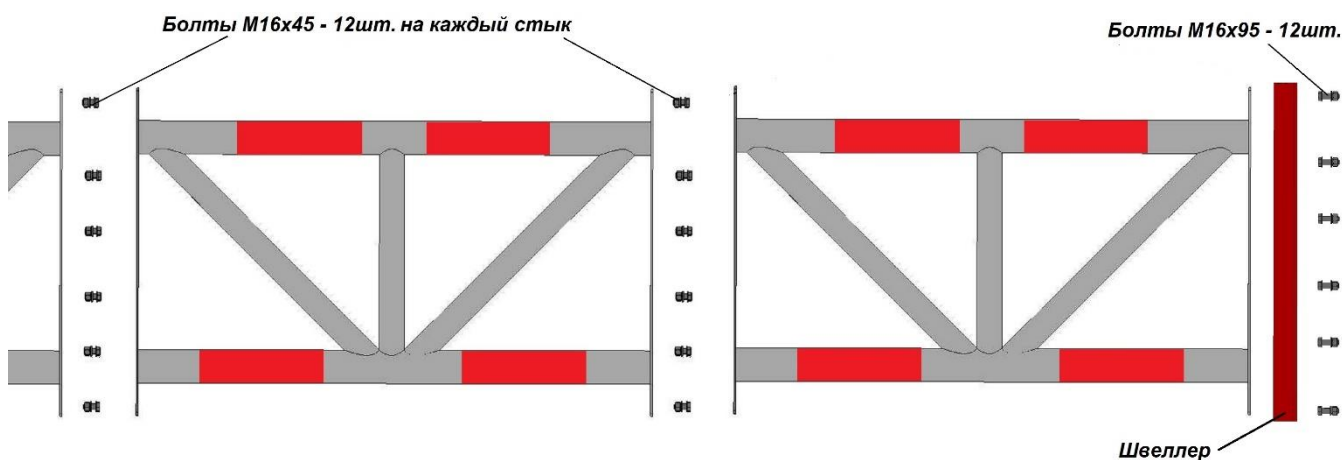

Рисунок 7
- Части стрелы стыкуются между собой фланцами и скрепляются болтами M16x45 и гайками с гровером и шайбой, усилие затяжки не менее 180 N.m. Рис.7.